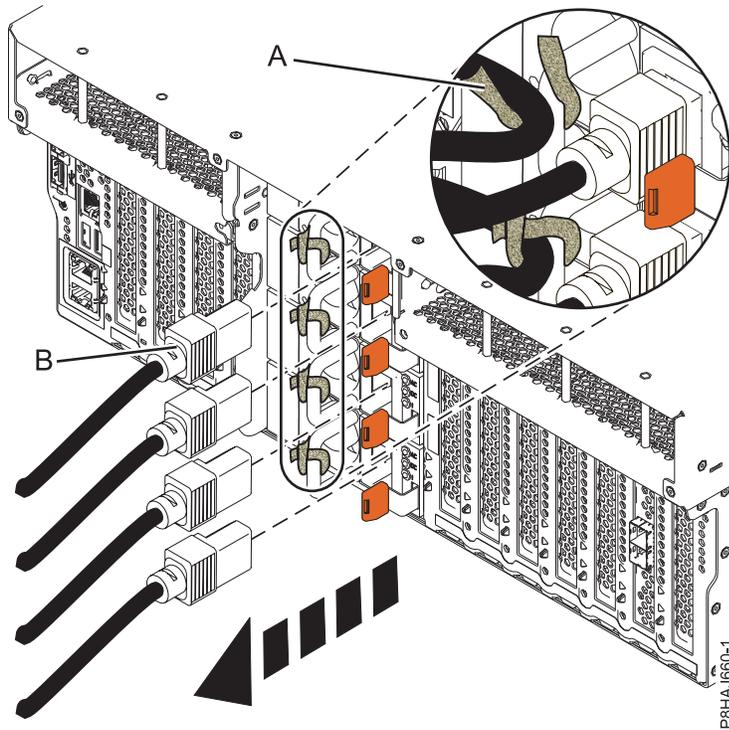
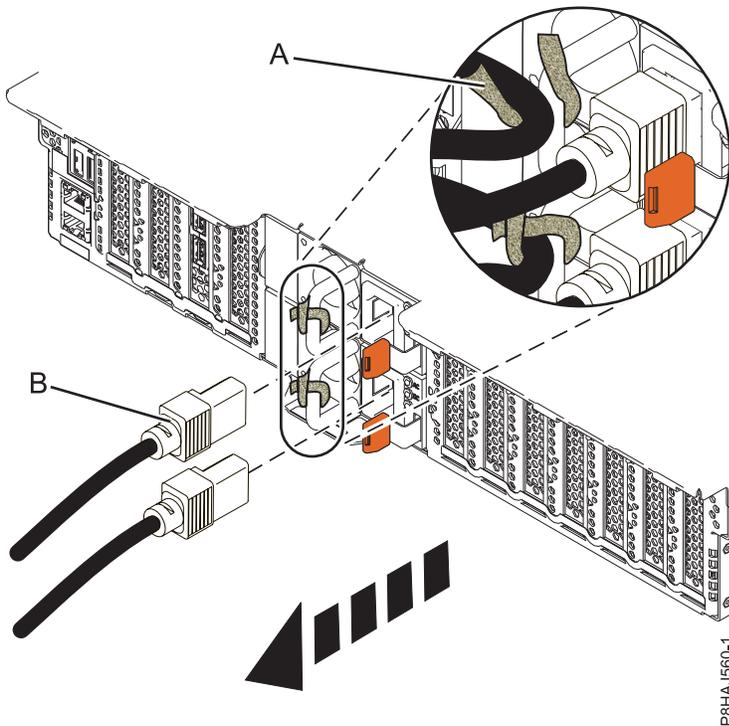
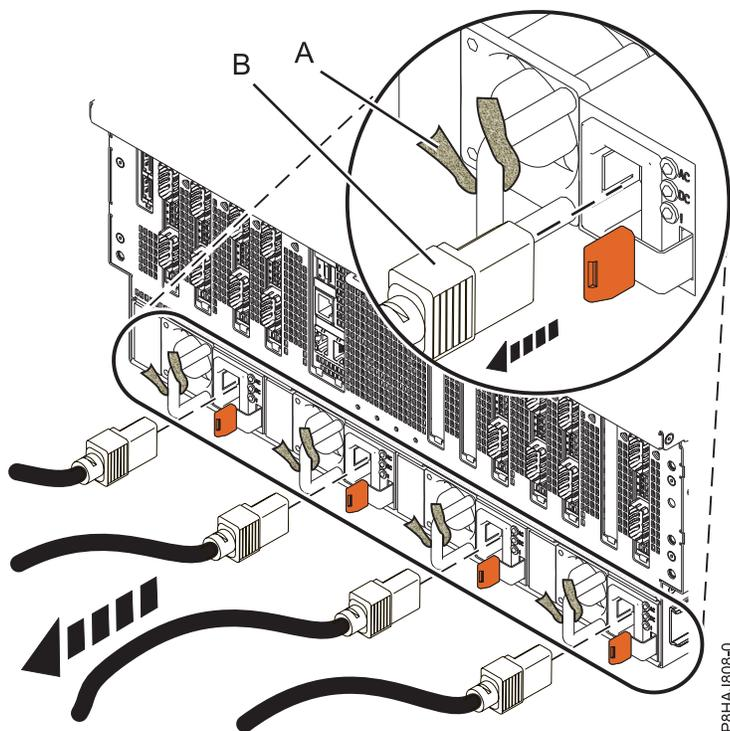

Figura 102. Remover os cabos de alimentação de um sistema 8247-42L, 8286-41A ou 8286-42A
Figura 103. Remover os cabos de alimentação de um sistema 5148-21L, 5148-22L, 8247-21L, 8247-22L, 8284-21A ou 8284-22A
Figura 104. Remover os cabos de alimentação de um sistema 8408-44E ou 8408-E8E
3. Desligue os cabos de alimentação (**B**) da unidade de sistema. Consulte Figura 102 na página 127, Figura 103 na página 127 ou Figura 104 na página 128 ou dependendo do tipo de sistema.